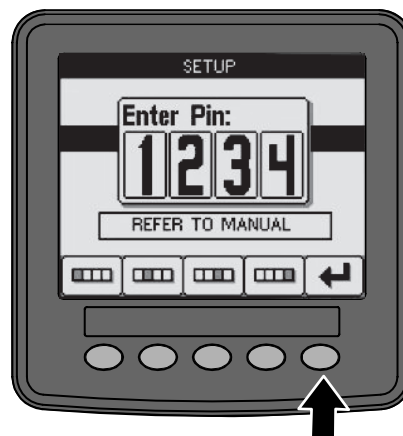

Figura 17
3. Quando terminar de introduzir o PIN, selecione o ícone de introduzir (Figura 17).